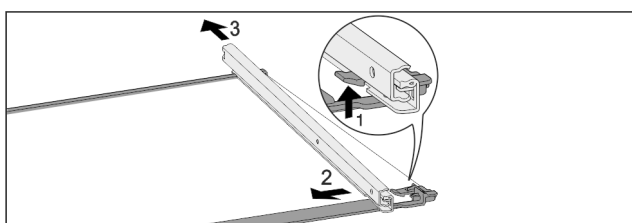

Fig. 44 Glasplatte mit Schienen
- Vorderen Rasthaken nach oben drücken. Fig. 44 (1)
- Auszugsschiene zur Seite Fig. 44 (2) und nach hinten Fig. 44 (3) wegschieben.